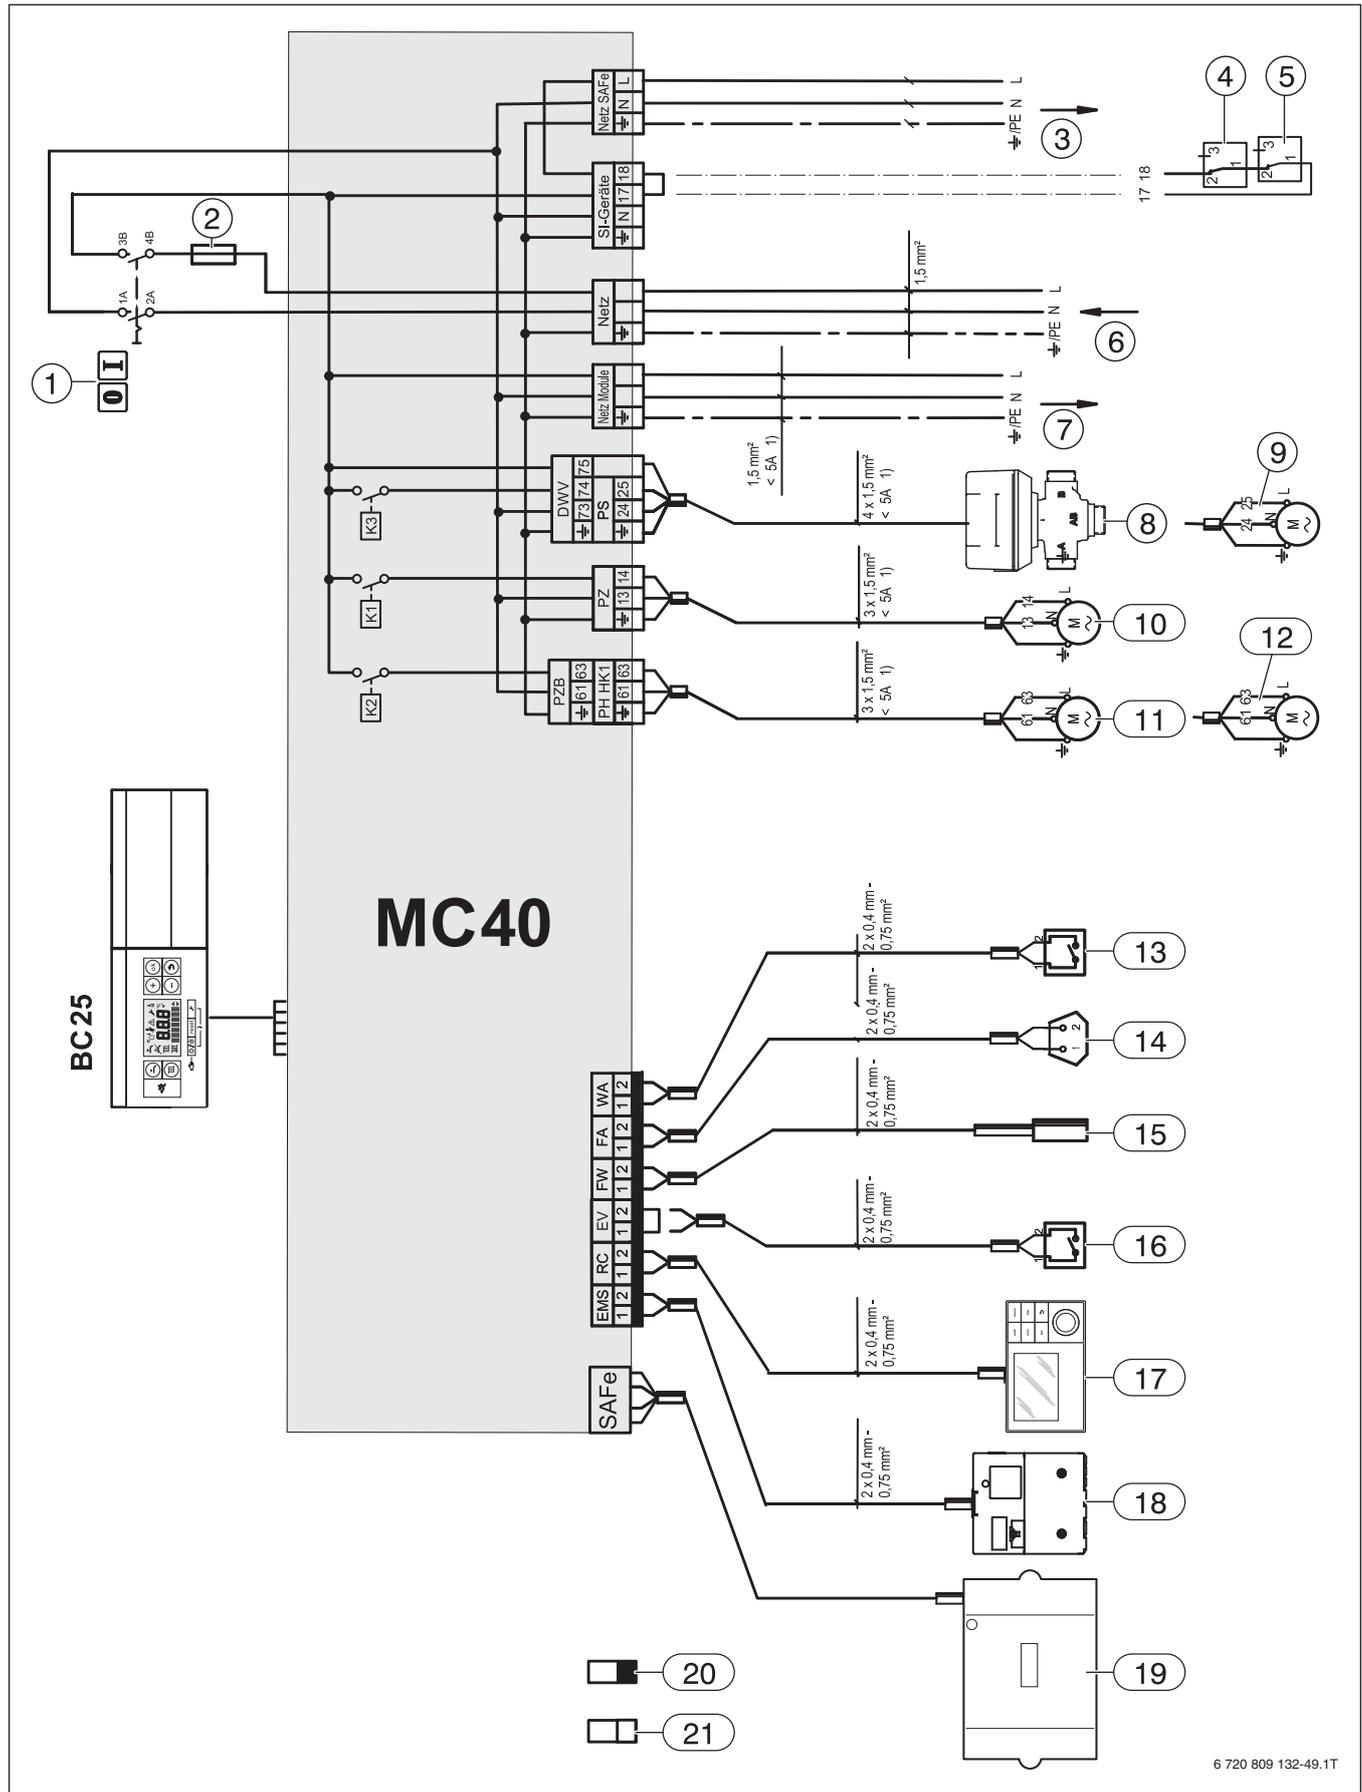

Bild 35 Anschlussplan Logamatic MC40
**Legende zu Bild 35, Seite 60:**